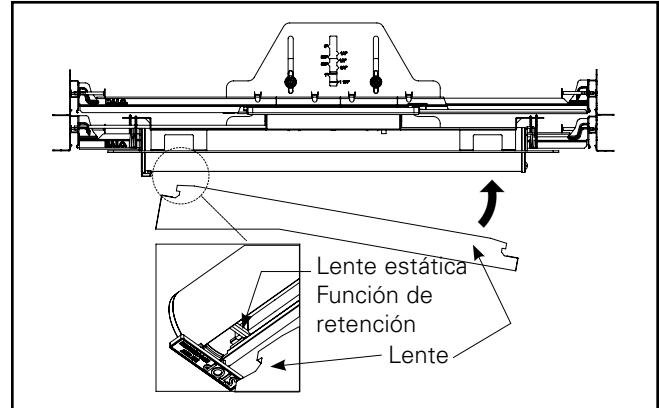

Figura 2.
7. Utilice las guías de cheurón adjuntas para instalar los cheurones como desee. Instale la lente en la carcasa. Oriente la lente en la dirección adecuada e inserte la esquina de la lente en la carcasa empezando por el extremo de inserción de la lente. Esto se puede identificar por la etiqueta adhesiva amarilla o la llave EZ roja (versiones SD) en el extremo de la unidad, así como por el texto en el PCBA del LED que dice lo siguiente: "Instalar la lente en este extremo". Incline el otro extremo de la lente hacia arriba hasta colocar la unidad a presión firmemente en su lugar (consulte la Figura 2).